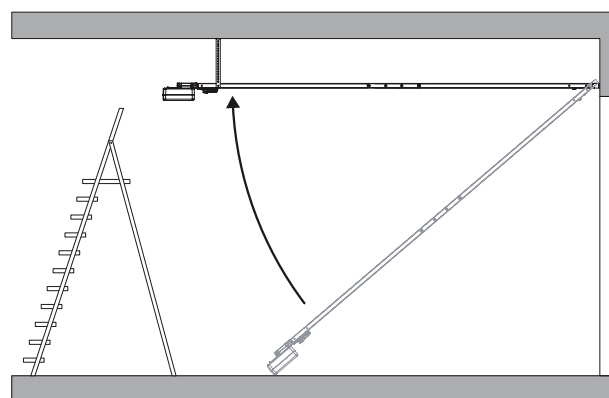

Fig.22
4. Gebruik een ladder, til de motor op totdat deze rust op de steunen aan het plafond (Fig.22), markeer de 2 boorpunten, plaats de motor terug op de grond.